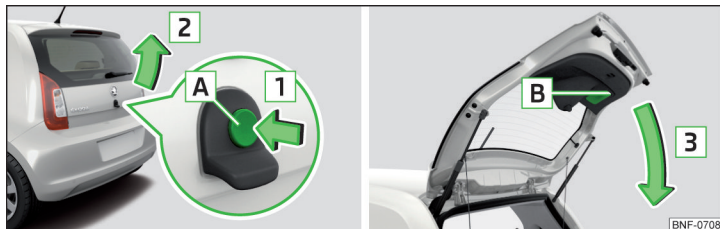

Fig. 31 Åbning/lukning af bagklap
Knappen **A** » Fig. 31 på side 41 deaktiveres ved igangsætning eller fra en hastighed på mere end 9 km/h. Når du standser og åbner en dør, aktiveres knappen igen.
- For at **åbne** skal du trykke på knappen **A** i pilens retning **1** » Fig. 31.